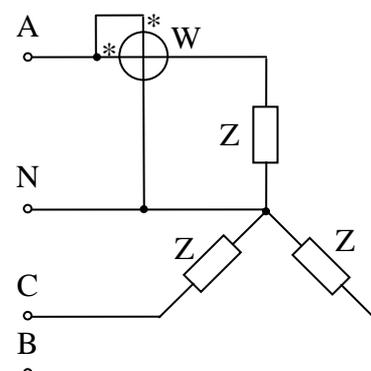

Рис. 1.
17. Фазные токи и напряжения в четырехпроводной трехфазной цепи (рис. 1) с симметричной активной нагрузкой равны 5 А и 220 В. Определить показание ваттметра и активную мощность потребителя.